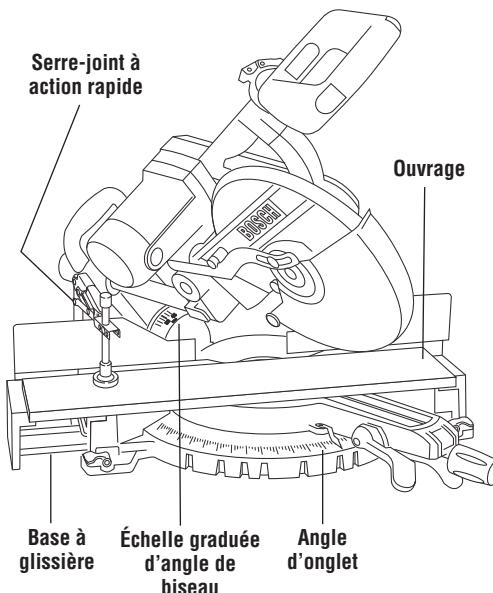

Figure 35. Coupe composée
2. Positionnez l'ouvrage adéquatement. Assurez-vous que l'ouvrage est cramponné fermement contre la table et le guide Figure 35.